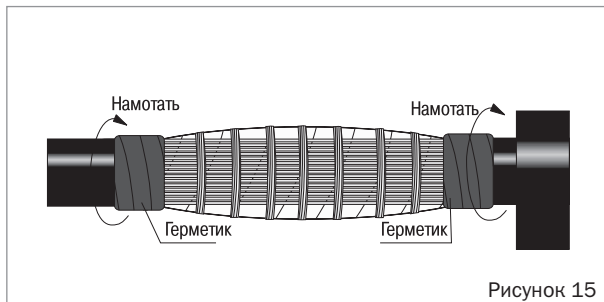

Рисунок 15
- Обезжирить наружную оболочку кабелей и намотать 2–3 витка ленты герметика на корешки разделки (рисунок 15).